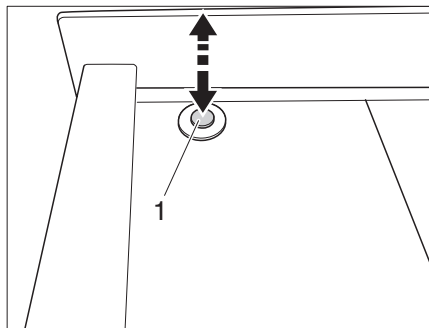

Fig. 6 Bloqueo central - Desbloquear
► Presionar el pulsador (Fig. 6,1).